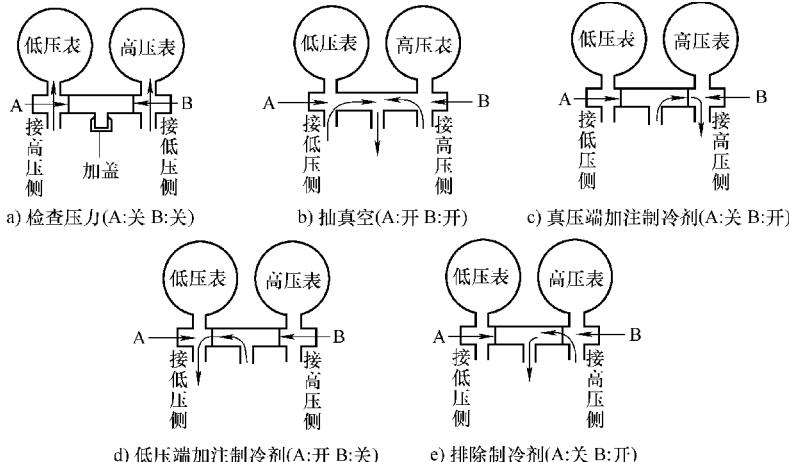

图 7-33 低压手动阀和高压手动阀工作原理
2) 低压手动阀和高压手动阀工作原理。低压手动阀和高压手动阀工作原理如图7-33所示。
- ① 低压手动阀(A)和高压手动阀(B)同时关闭，可对高压侧和低压侧的压力进行检查。
② 低压手动阀 (A) 和高压手动阀 (B) 同时打开, 全部管路连通, 接上真空泵可对系统抽真空。
③ 低压手动阀 (A) 关闭、高压手动阀 (B) 打开, 可从高压侧充注液态制冷剂。
④ 低压手动阀 (A) 打开、高压手动阀 (B) 关闭, 可从低压侧充注气态制冷剂。
⑤ 低压手动阀 (A) 关闭、高压手动阀 (B) 打开, 可使系统放空或排出制冷剂。